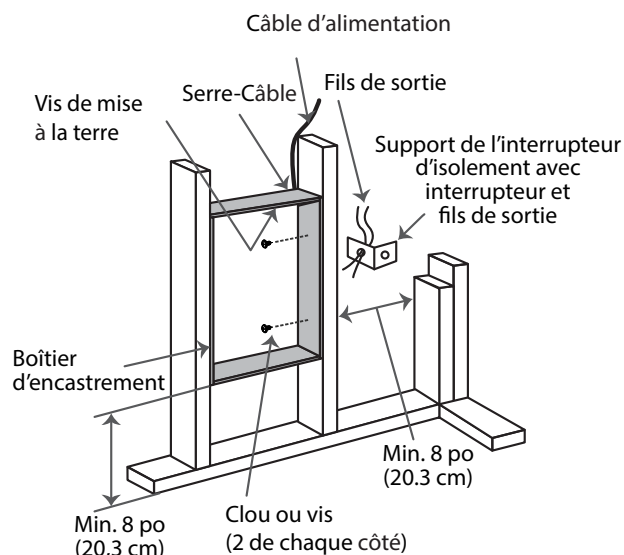

FIGURE 1: Emplacement du boîtier d'encastrement encastré dans une nouvelle construction
3. Fixer le boîtier d'encastrement au moyen de vis à bois ou de clous, conformément à la figure 1.